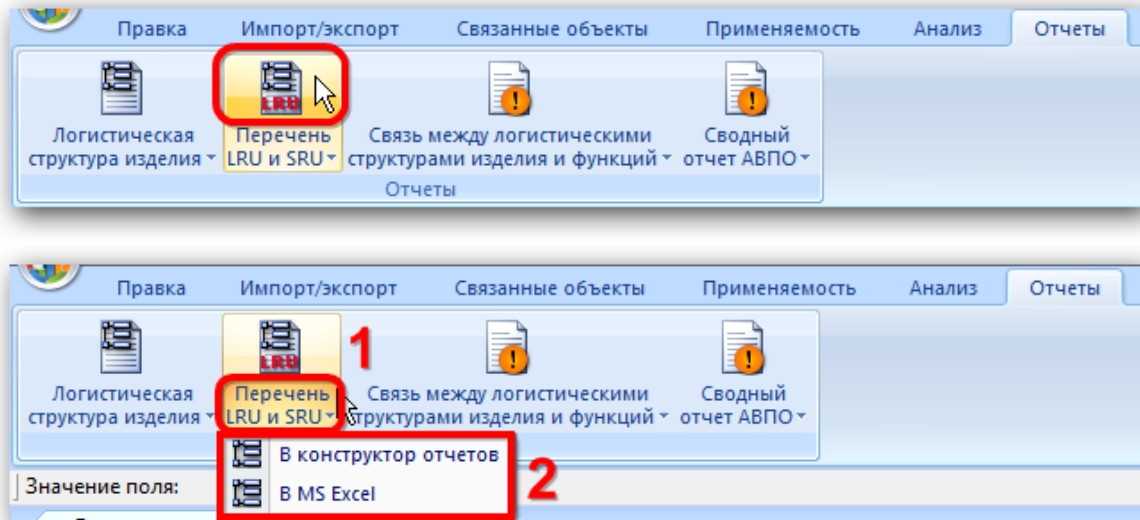

Рис. 10-74 – Вкладка «Отчеты»
5) Пример отчета по ЛСИ, открытый в программе «Конструктор отчетов», показан на рис. 10-74.